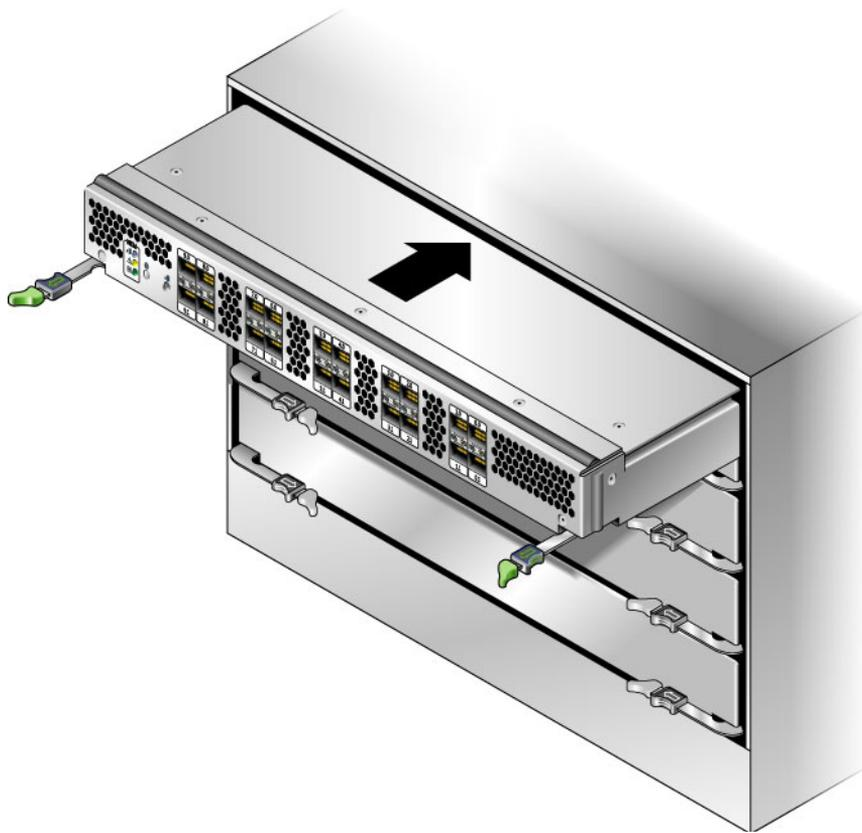

図 2-2 シャーシへの NEM の挿入
6. NEM をシャーシの誘導システムの位置に合わせ、NEM をスライドさせてスロットに挿入します (図 2-2 を参照)。